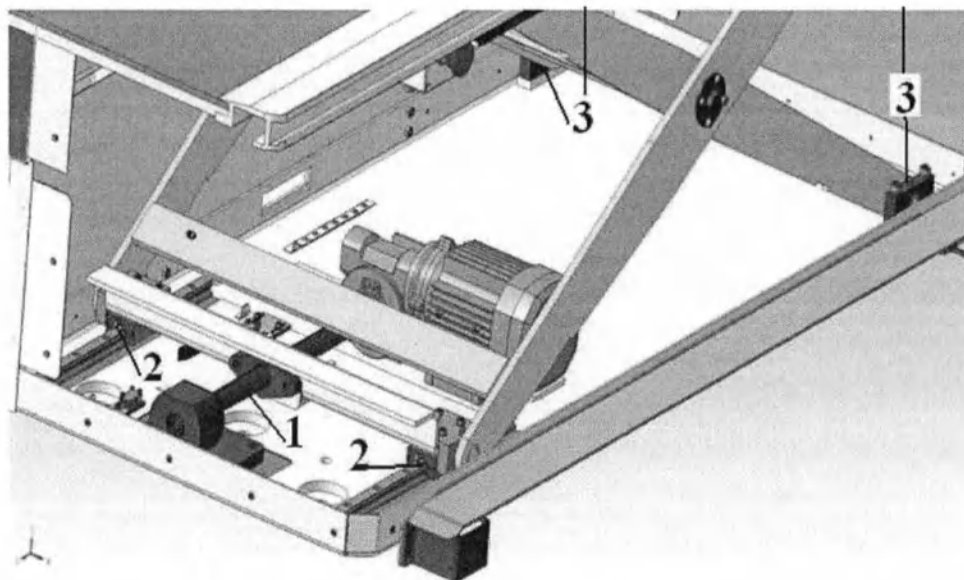

Рисунок 3.4 – Схема расположения узлов для смазки механизма подъема стола
- провести очистку от грязи ходового винта 1(рисунок 3.4);
- провести смазку ходового винта 1(рисунок 3.4);